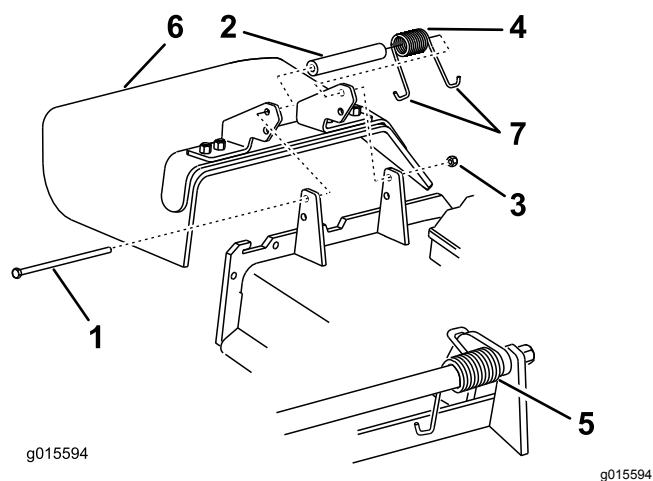

Figura 108
1. Retire a porca de bloqueio, o parafuso, a mola e o espaçador que fixam o defletor aos apoios de articulação (Figura 108).
- Se o defletor de relva estiver danificado ou gasto, retire-o (Figura 108).
Nota: Certifique-se de que a extremidade em J da mola está montada por trás da extremidade da plataforma antes de colocar o parafuso como se mostra na Figura 108.
- Coloque a extremidade em gancho J da mola em torno do defletor de relva (Figura 108).